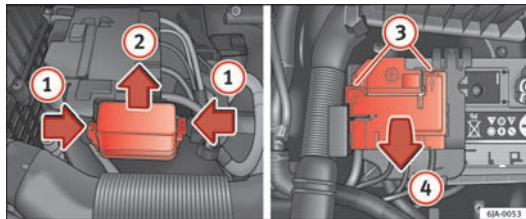

Fig. 144 Batteri: afdækning til sikringer (udførelse 1)
- Tryk samtidig på de fleksible tapper på afdækningen til sikringer i pilens retning ① ⇒ Fig. 144.
- Træk afdækningen af i pilens retning ②.
- Løsn låsemekanismerne i åbningerne ③ med en flad skruetrækker.
- Åbn klappen i pilens retning ④.